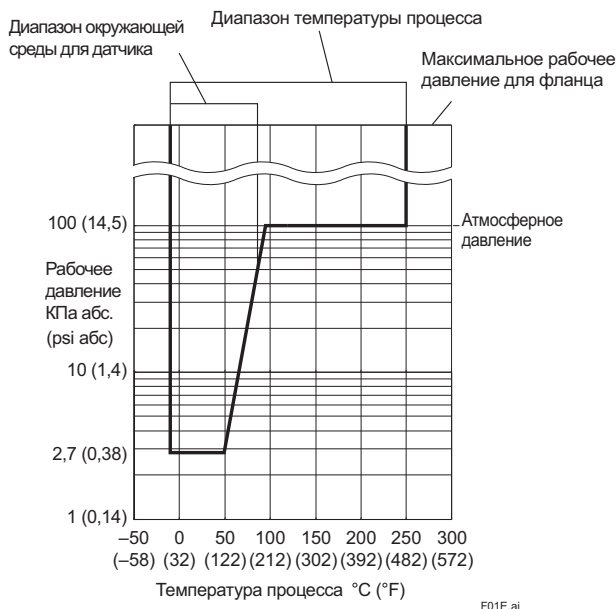

Рисунок 1. Рабочее давление и температура процесса
Для атмосферного давления или ниже см. Рис. 1.
*1: См. рис. 1 «Рабочее давление и рабочая температура».